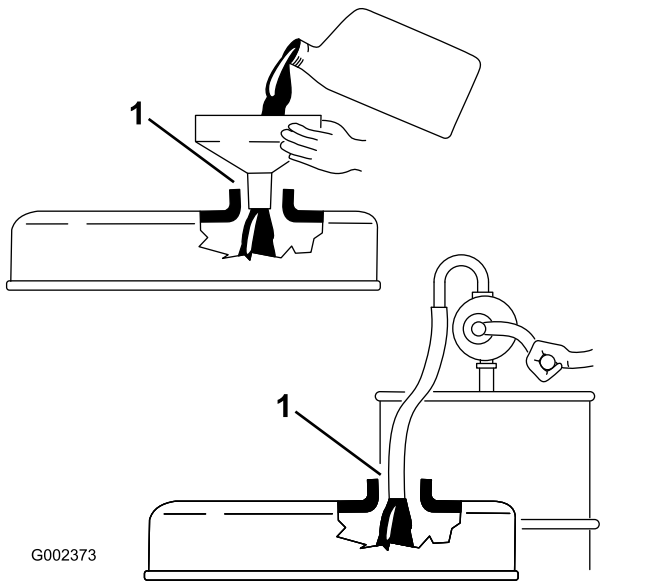

图24
**重要事项：** 确保为发动机添加机油时已取出量油尺。当添加机油或注油时、注油设备与气门室盖内的注油孔之间**必须有空隙**、如图24所示。此空隙是注油时准许通风所必需的、可以防止油溢入通气孔。